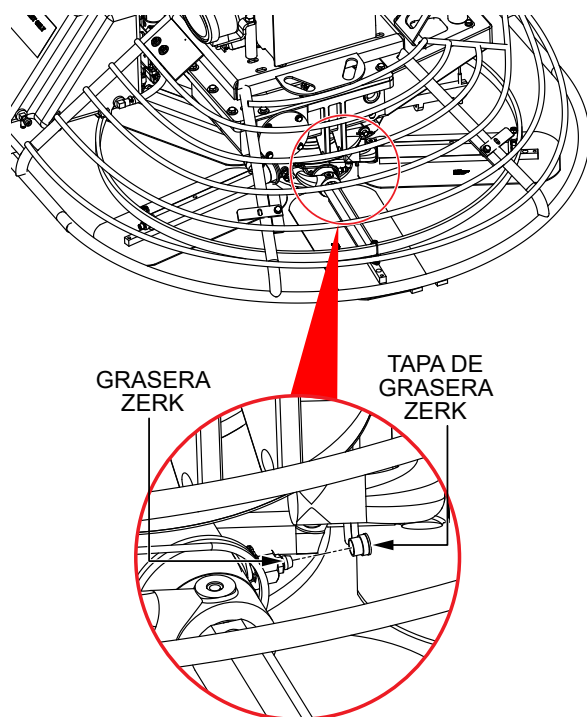

Figura 26. Lubricación de la cruceta
1. Localice una de las graseras Zerk en uno de los conjuntos de cruceta (Figura 26). Quite la tapa de la grasera Zerk y póngala a un lado.